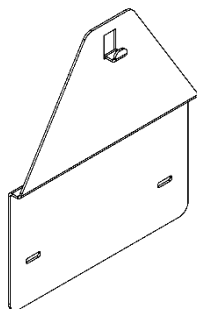

Рисунок 6. Переходная планка
7.2.3 При установке аппарата на место, где ранее был установлен аппарат марки «NEVA» или «BaltGaz», который крепился к стене с помощью двух крючков, можно выкрутить данные крючки и использовать отверстия для установки переходной планки (см. рис. 6). Переходная планка 124610-00.050 позволяет смонтировать аппарат с использованием уже имеющихся крепежных отверстий в стене. Переходная планка приобретается отдельно в фирменных магазинах или на сайте baltgaz.ru.